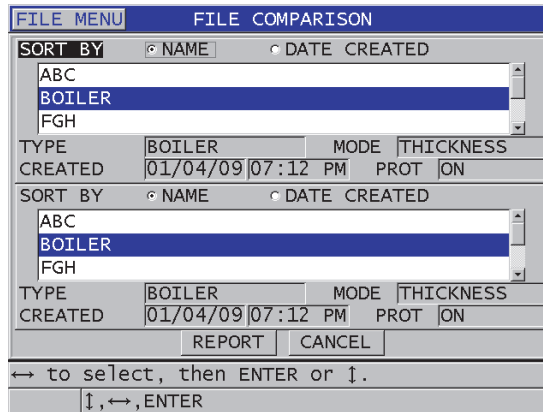

Abbildung 11-33 Das 1. Fenster des DATEIVERGLEICHS
6. Im Fenster **VERGLEICH** (siehe Abbildung 11-33 auf Seite 237):